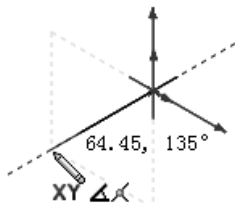

图 3-2 在 XY 基准面上绘制草图
4) 以原点为起点绘制草图，基准面为控标提示的基准面，方向由光标拖动决定。图 3-2 所示为在 XY 基准面上绘制草图。